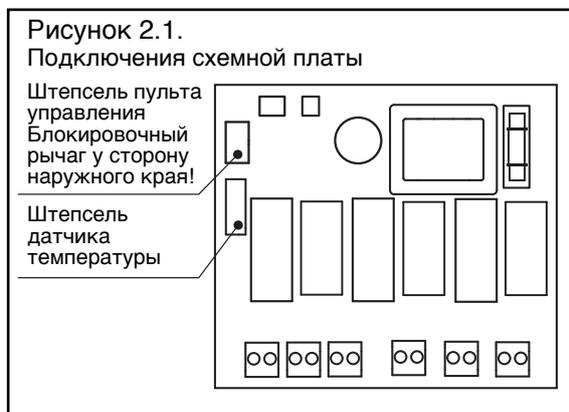

Рисунок 2.1. Подключения схемной платы
- Подключить датчик к монтажной плате, как показано на рис. 2.1.
- Подключить пульт управления к монтажной плате, как показано на рис. 2.1.